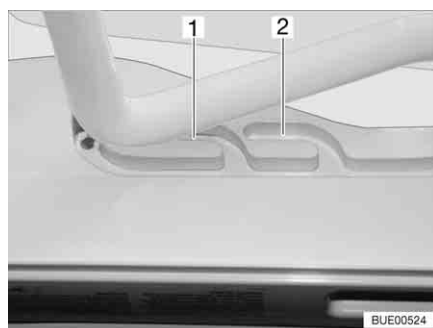
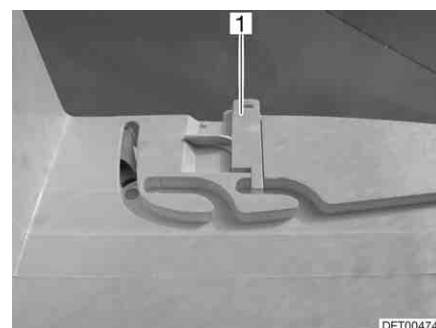

Fig. 65 Oblò Heki in posizione di ricircolo d'aria
Fig. 66 Bloccaggio della posizione di ricircolo d'aria
È possibile portare l'oblò Heki in due posizioni di ricircolo d'aria: Posizione brutto tempo (Fig. 65,1) e posizione centrale (Fig. 65,2). A seconda del modello è possibile bloccare l'oblò nella posizione centrale con il chiavistello (Fig. 66,1).
- Premere la staffa leggermente verso l'alto, spingerla nella guida selezionata (Fig. 65,1 o 2) ed eventualmente bloccarla.